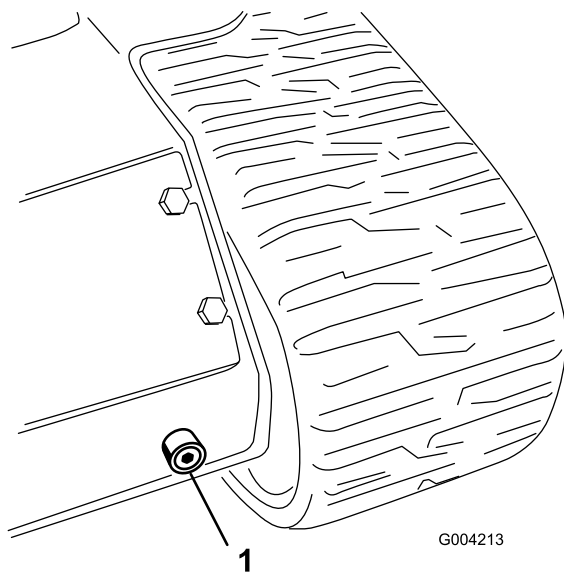

Figura 55
6. Coloque un recipiente grande (con capacidad para 56,8 litros) debajo del tapón de vaciado situado en la parte delantera de la unidad de tracción (Figura 55).
7. Retire el tapón de vaciado y deje fluir el aceite al recipiente (Figura 55).